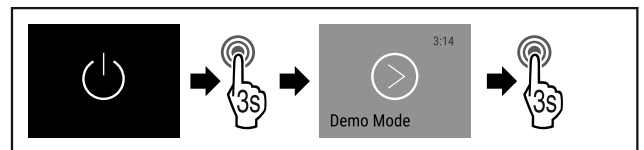

Fig. 65
► Eseguire i passi (vedere Fig. 65) .